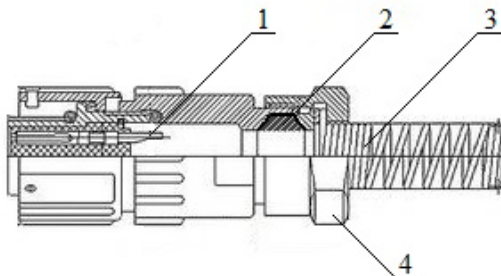

Рис. 12. Розетка FQ18-7ZJ-S.
мм. Провод, пропущенный через пружинный амортизатор (3) (см. рис. 12) и резиновую втулку (2), припаивается к контактам (1) и плотно затягивается гайкой (4) до упора. После этого разъем подключается к блоку детектирования и закрывается резиновой манжетой. В целях устранения попадания стекающей воды по кабелю под резиновую манжету рекомендуем проводить кабель к блоку детектирования снизу.